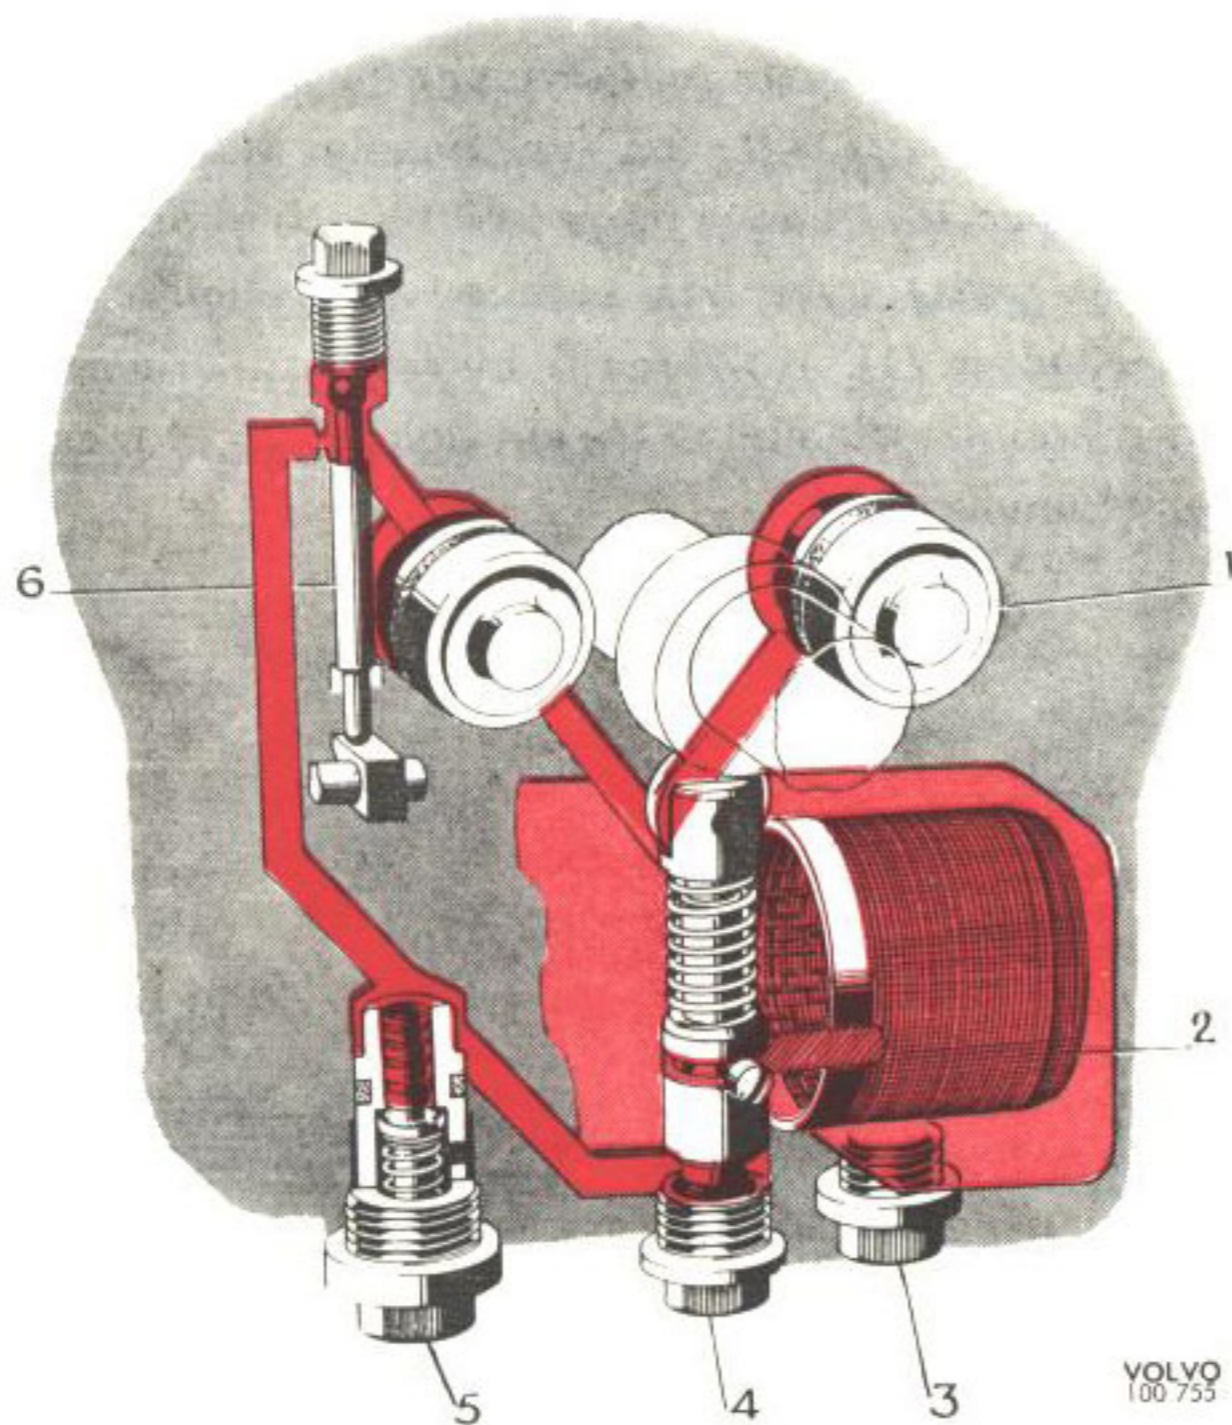
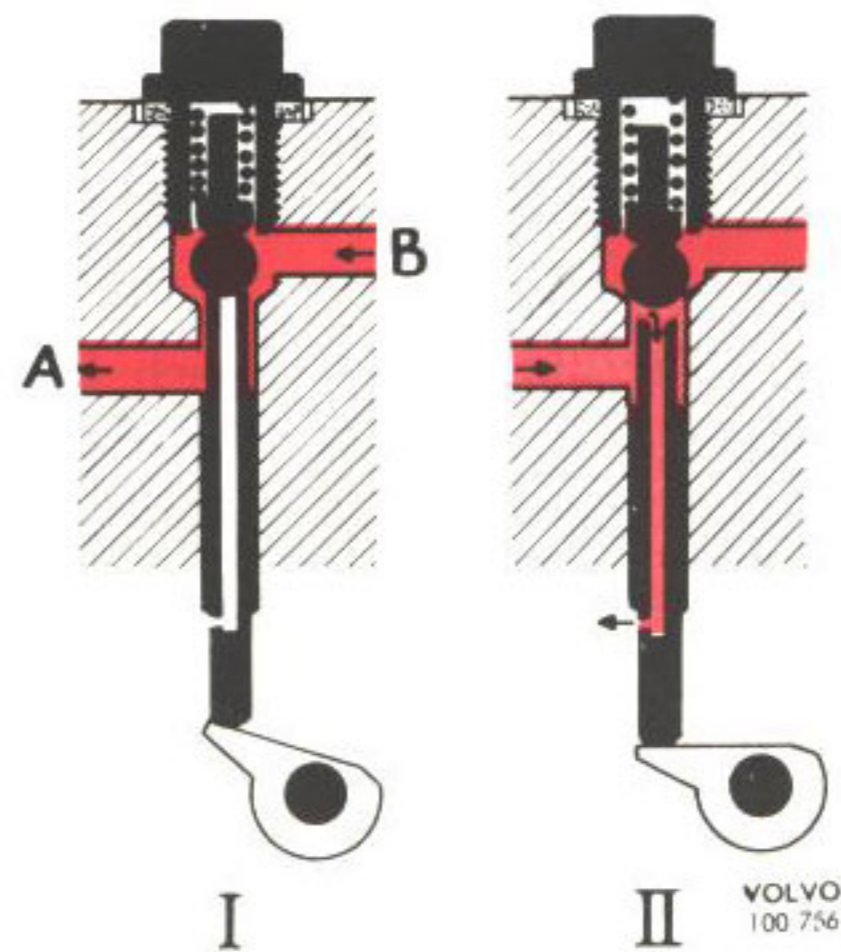

Bild 4. Hydrauliskt system, sen. utf.
Bild 5. Manöverventil, tid. utf.
I överväxellådan finns en kolvpump (4 bild 4) som drives av en excenter på huvudaxeln. När manöverventilen (6) öppnas (läge I bild 5 och 6) strömmar olja under tryck från pumpen via ventilen till två cylindrar (1). Kolvarna i cylindrarna pressar därvid kopplingslamellen framåt och i kontakt med bromstrumman.
När överväxeln kopplas ur på tid. utf. sänkes ventilstången, varvid kulventilen stänger förbindelsen mellan pumpen och cylindrarna. I stället öppnas kanalen i ventilstången och oljan från cylindrarna kan strömma genom kanalen och ut i växellåds- huset, se II bild 5. Kopplingslamellen pressas då bakåt av fjädern.
Oljesilen skall rengöras vid varje oljebyte. Tappa därvid först av oljan genom att ta bort proppen (3 bild 4. Märkt "Drain") under oljesilen. Därefter sker rengöringen på följande sätt:
6. Pump och pumpventil monteras i motsatt ordning mot demonteringen. Kontrollera att packningen för proppen (4, bild 4) är i gott skick. Fyll på olja.